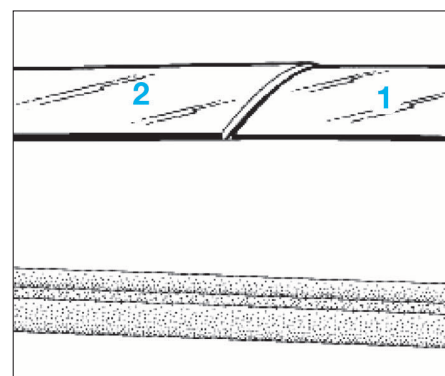

FIG. 122
- Respecter le jeu d'aspect entre la vitre fixe de toit ouvrant (1) et le panneau mobile de toit ouvrant (2) (8 mm) (Fig.122).